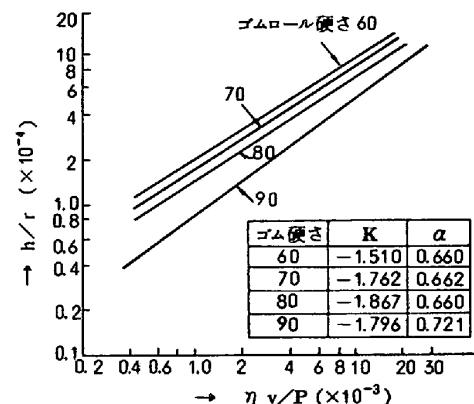

図1. ゴムロール硬さにおける h/r と $\eta \cdot v / P$ の関係
絞りロール硬度については大きな要因とされるが実際には弾性体としての過渡特性を高速時に示し, この項については実験的に各ロール硬度別に定数を求めた。図1に各絞りロール硬度における h/r と $\eta \cdot v / P$ の関係を示し, K , α の定数を求めた。
(1)絞りロール硬度は図1に示す如く層別され夫々に定数を求めた。